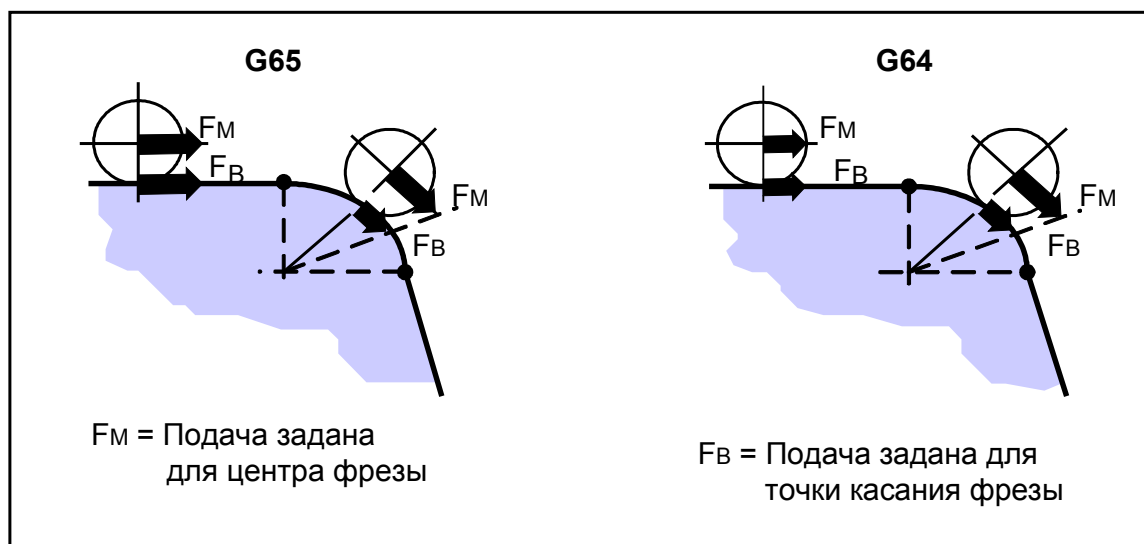

Рис.44.
30. Привязывание скорости подачи, - к точке контакта фрезы и детали, - G64; к центру фрезы, - G65. Скорость подачи поддерживается постоянной либо в точке контакта инструмента, либо в центре фрезы, см. рис.44.